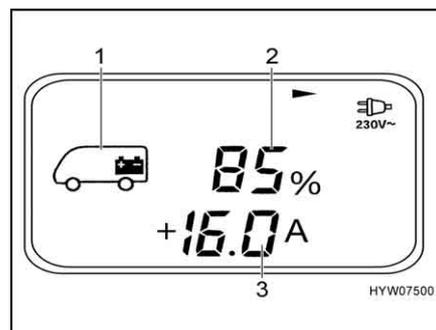

Fig. 135 Menu Batteria (batteria dell'abitacolo)
Richiamo del menu: ■ Premere il tasto (Fig. 132,2): Appare il menu Batteria (Fig. 135).
- Capacità della batteria (% o Ah) (Fig. 135,2), corrente di carica (+A) (Fig. 135,3) e corrente di scarica (-A) della batteria dell'abitacolo (Fig. 135,1). Come cambiare dall'indicatore % a quello Ah: Premere il tasto "OK" (Fig. 132,6).
- Tensione (V) della batteria dell'abitacolo e della batteria di avviamento (pagina di menu 2)